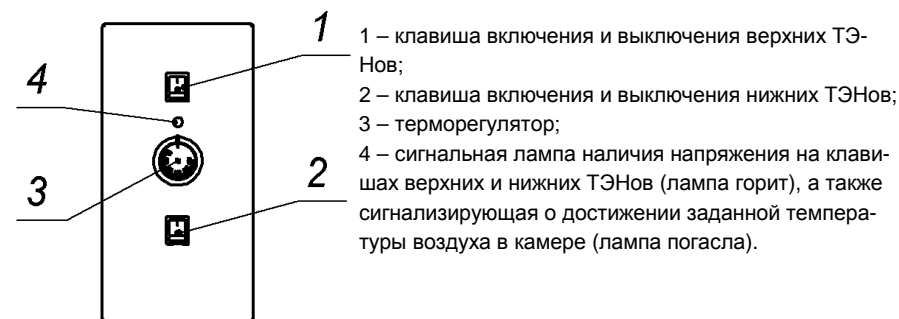

Рис.4
4.4 Включение-выключение ТЭНов, установка и автоматическое поддержание необходимой температуры (от 50 до до 3000С) в камере осуществляется соответствующими нижним и верхним ТЭНам клавишами (рис.4, поз.1, 2) и терморегулятором (рис.4, поз.3). Отключение верхних и нижних ТЭНов производится переключением соответствующих клавиш в положение «0» (рис.4, поз.1, 2).
Установка и автоматическое поддержание необходимой температуры (от 50 до 3000С) в камере осуществляется терморегулятором (рис.4, поз.3).
Терморегулятор снабжен сигнальной лампой (рис.4, поз.4).
7.2 Установите (по часовой стрелке) лимбами терморегуляторов (рис.4, поз.3) температуру в камерах шкафа, предусмотренную технологией приготовления продукта (должны загореться сигнальные лампы рис.4. поз.4).
7.3 Переключите клавиши (рис.4, поз.1, 2) нижних и верхних ТЭНов в положения «1».
7.6 После окончания приготовления продукта отключите напряжение, подаваемое на нагревательные элементы камеры, переключив клавиши верхних и нижних ТЭНов камеры (рис.4, поз. 1, 2) в положения «0».